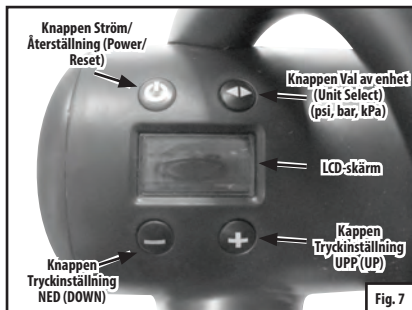

Fig. 7
- Pumpen har 4 kontrollknappar. Bekanta dig med dessa innan du använder pumpen (se fig. 7 nedan).
- **Knappen Tryckinställning UPP (UP)** ökar det inställda tryck vid vilket pumpen stängs AV.
- Obs! Pumpen har en **LCD-skärm** som visar inställt tryck och produkttryck (se fig. 7).
6. Använd **knappen Val av enhet (Unit Select)** (se fig. 7) för att välja lämpliga enheter för den produkt du ska fylla.
7. Använd **knapparna Tryckinställning UPP/NED (UP/DOWN)** (se fig. 7) för att ställa in pumpen på rekommenderat fyllnadstryck för din produkt. **PUMPA INTE FÖR HÅRT! Överfyllnad av produkter kan leda till explosion och är farligt.**
8. Tryck på **knappen Ström/Återställning (Power/Reset)** (se fig. 7) för att starta pumpen och påbörja fyllnad.